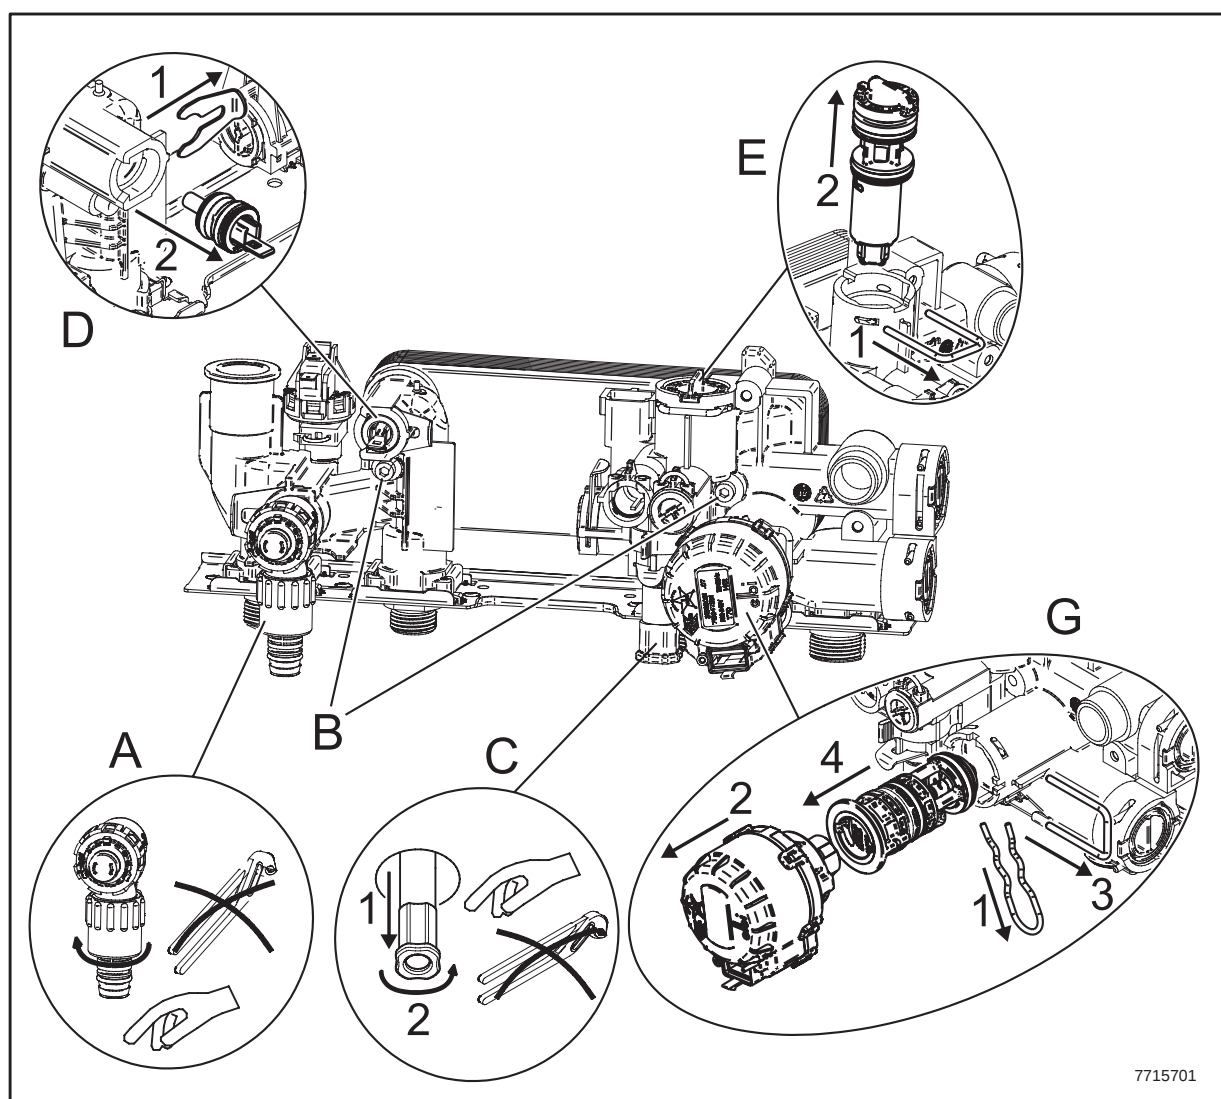

Рис.16
Фильтр ГВС расположен внутри разборного катриджа и находится на входе холодной воды (Е) (рисунок 16). Для очистки фильтра выполнить следующие операции:
- Снять зажим 1Е (рис.16);
- Снять фильтр (2Е рис.16).
При отсутствии специального крана необходимо демонтировать вторичный теплообменник, как описано в следующем параграфе, и очистить его отдельно. Рекомендуем очистить от известкового налета также датчик NTC системы ГВС и место его расположения (рис.16 D).
- снять два винта (рис. 16В), видные спереди, для крепления теплообменника вода-вода и снять его из гнезда;